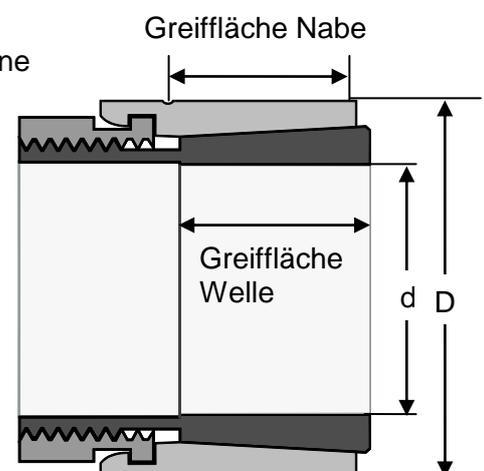

Abb. 1
- für Welle und Nabenbohrung innerhalb von  $\pm 0,08$  mm zur Bohrung „d“ beziehungsweise zum Außendurchmesser „D“ liegen (siehe Abb. 1).